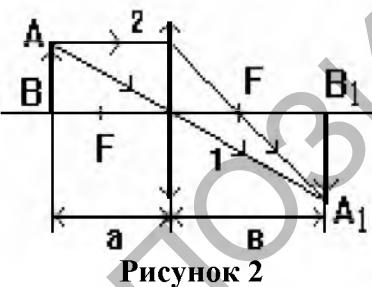

Рисунок 2
Для построения изображения в собирающей линзе (рисунок 2) от каждой точки предмета AB проводят два луча:
- Перемещая линзу, найти положение линзы, при котором видно отчетливое изображение A_1B_1 предмета AB на экране (см. рисунок 2).
- По формуле (4) рассчитать фокусное расстояние f собирающей линзы. Найти среднее значение фокусного расстояния $f_{cp.}$.
- Исходя из среднего значения фокусного расстояния, по формуле (1) рассчитать среднее значение оптической силы собирающей линзы $D_{cp.}$.